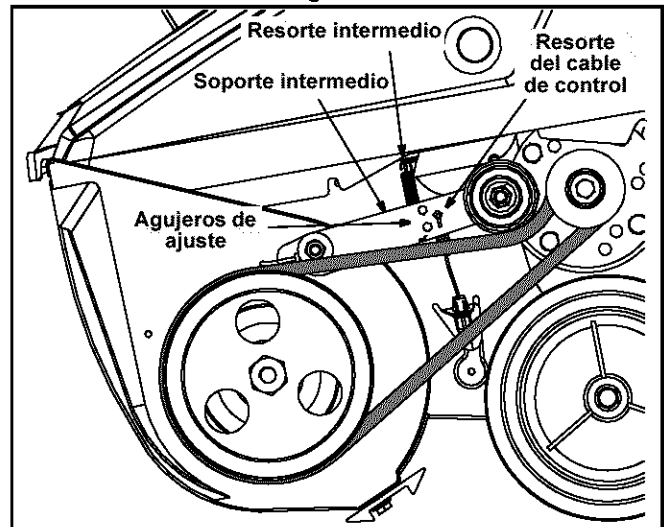

Figura 9
- Mueva el resorte de extensión (que se encuentra en el extremo del cable de control) **de la posición baja a la posición media** del soporte intermedio. Ver Figura 9.
**NOTA:** Tenga cuidado de no soltar el resorte intermedio cuando mueva el resorte del cable del embrague. Ver Figura 9.